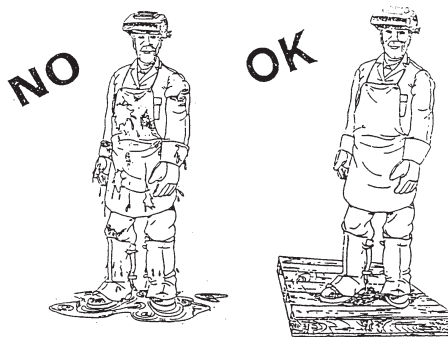

Fig. 7
- reforzar la protección individual, el aislamiento del operador respecto al suelo y a la pieza que se va a soldar (Fig. 7)